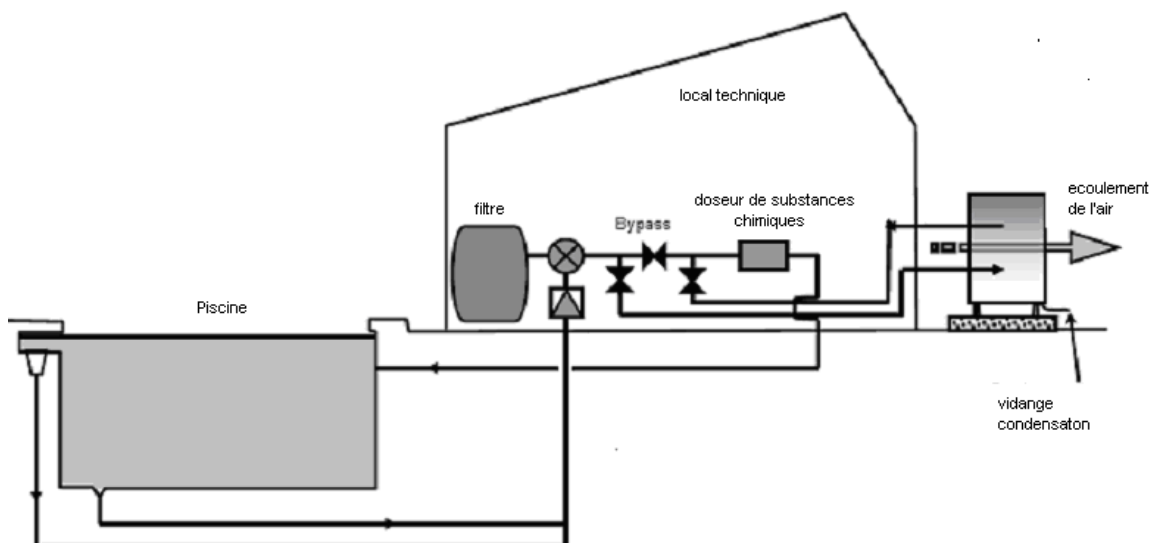

Figure 6: Disposition habituelle des composants qui constituent le circuit hydraulique.
- Vanne de by-pass sur le circuit hydraulique, voir Figure 6.
- ⚠ **Le débit d'eau minimal à l'entrée de la pompe à chaleur ne doit pas être inférieur à la valeur requise pour le modèle considéré, voir Paragraphe 2.** En cas de disposition du circuit comme sur la Figure 6, il est possible de régler le débit d'eau en agissant sur la vanne de by-pass.